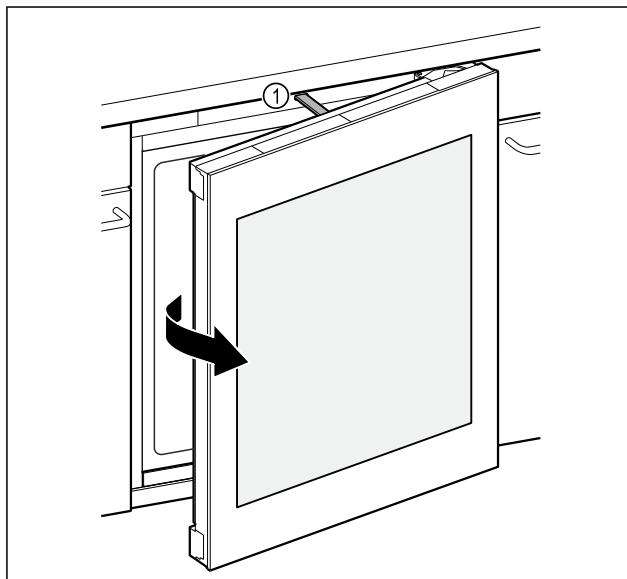

Fig. 92
- ▶ Штовхач Fig. 92 (1) відчинить двері приблизно на 7 см.